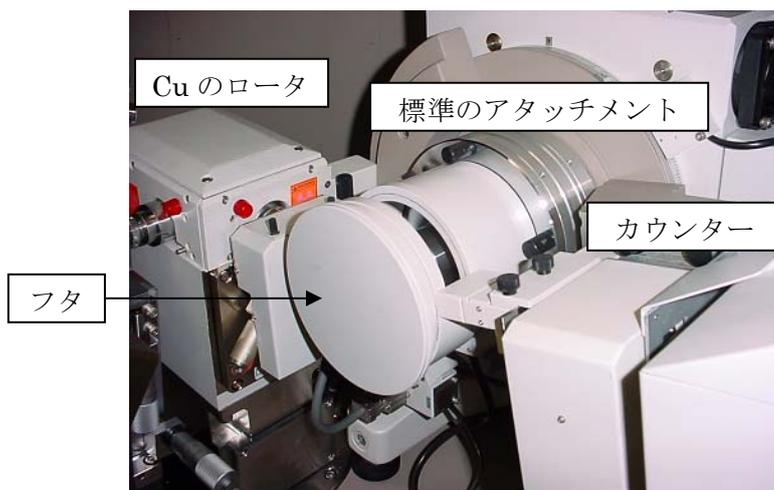

図2 右側ゴニオメータ(標準のアタッチメント)
- ① 図 2 のように標準のアタッチメントであることを確認する。
- ② XRD 正面のパネル部の[open-door]を押し緑色のランプが点滅して「ピー、ピー、ピー」と音が鳴り始めたら扉を開く（この操作を行わずに扉を開くと X線が落ちるので注意）。
- ② 標準アタッチメントのフタを外し、ホルダーにサンプルを試料面を上にしてセットする。
- ③ フタを戻して扉を閉める。
- ④ ワークステーションを操作して測定操作を行う。